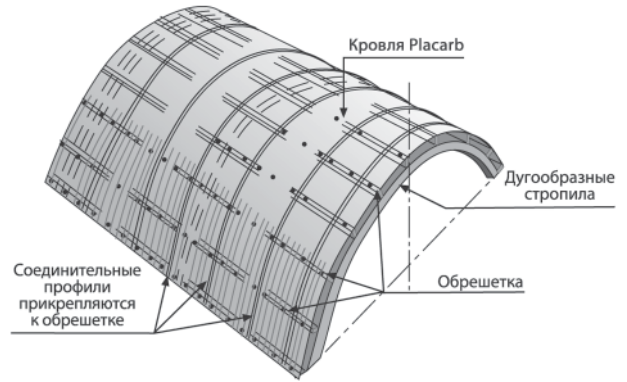

Рисунок 15. Схематическое изображение стандартной искривленной кровли
1. Рекомендуемые расстояния между стропилами и обрешеткой не должны противоречить требованиям по давлению ветра и весу снегового покрова отдельно взятых регионов Украины и стран ближнего зарубежья. Конечные величины должны быть предоставлены проектирующим (Рисунок 15).